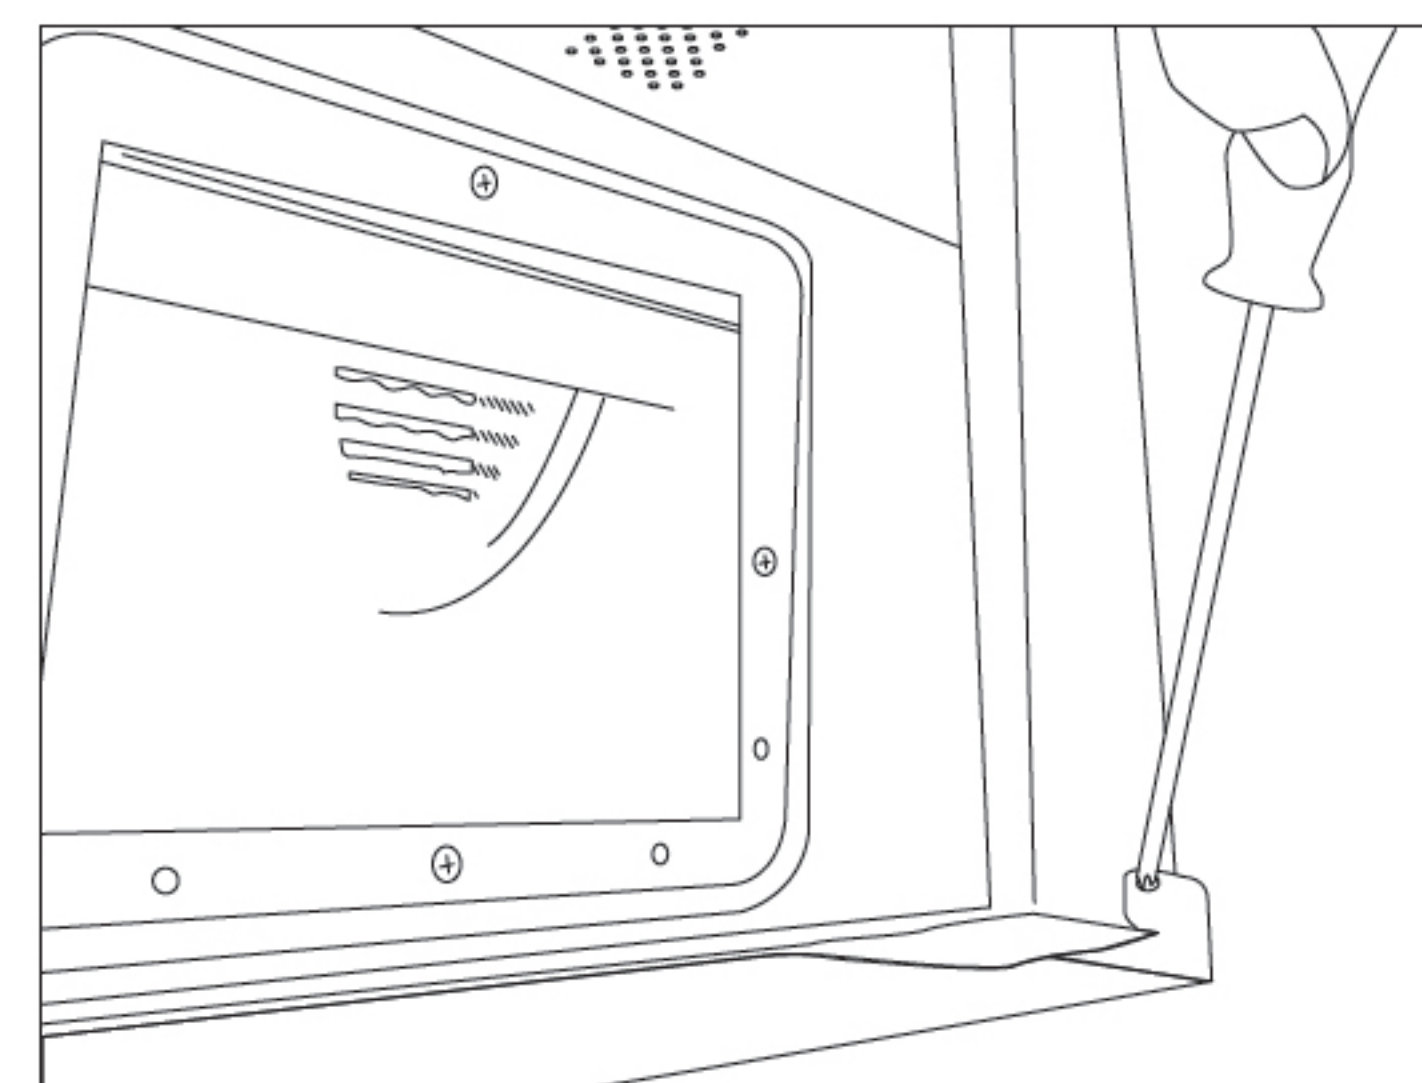

图4
1. 将装饰罩从装饰罩挂钩（图4）取下，并将其缓慢放在风机架上。